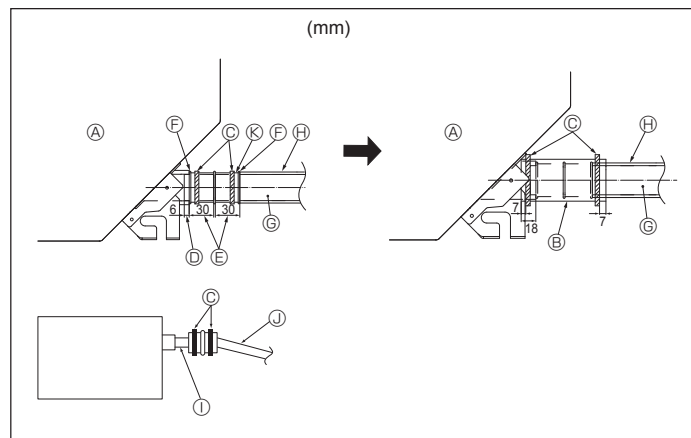

Fig. 5-2
1. Sluit de aftapbus (meegeleverd met het apparaat) aan op de afvoeropening. (Fig. 5-2)